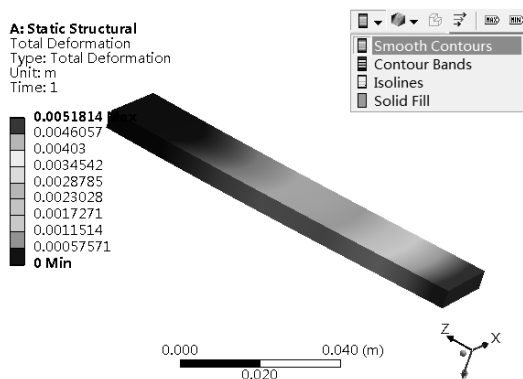

图 4-9 Smooth Contours 方式
(1) Smooth Contour: 光滑显示云图, 颜色变化过度变焦光滑, 如图 4-9 所示。